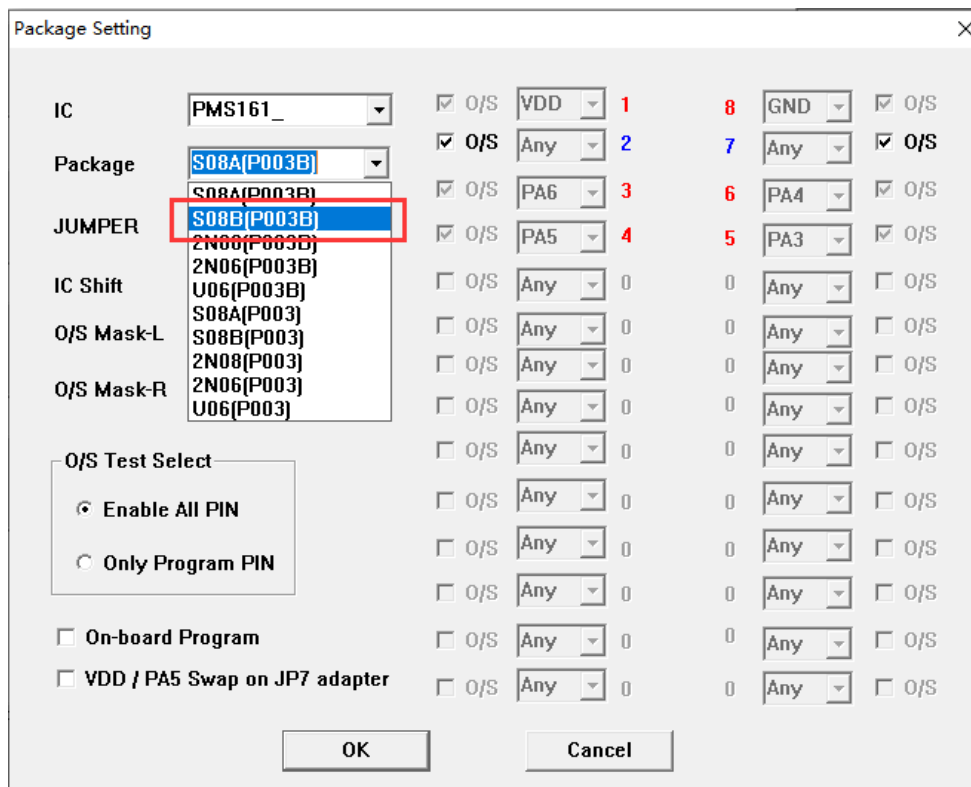

图 22: PMS161-S08B 在 P003B 转档配置
1. 使用 PDK5S-P-003B 烧录 PMS161 时，只有 S08A 封装是烧录器背面 jumper 插 JP2 位置，正面烧录插座往下空移 4 格，即可烧录。而其他封装都需要转档，使用 Jumper7 跳线。接下来以 PMS161-S08B 的烧录为例，其他封装需对应修改“package setting”界面和 Jumper7 跳线方法即可。封装设置如图 22 所示：